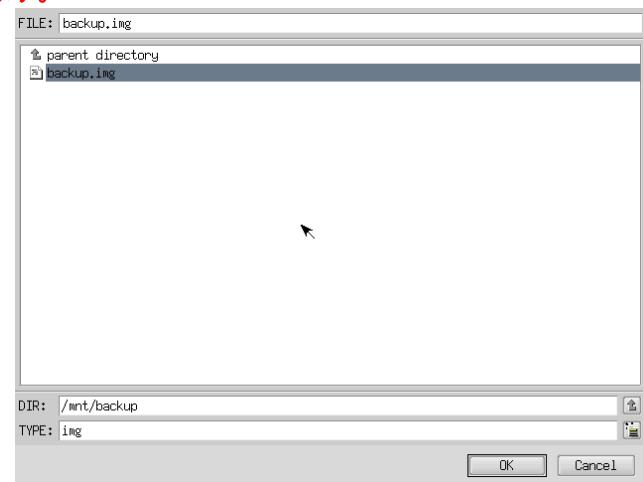

図 5-2-5. ファイル参照画面
- ⑧ ファイル参照画面（図 5-2-5）が表示されます。バックアップUSBは、/mntにマウントされていますので、/mnt以下から目的のファイルを探してください。[OK]を押すとファイル選択画面にもどります。
- ⑨ ファイル参照画面（図 5-2-5）で指定したバックアップファイルが入力されていることを確認します。[次へ]ボタンを押します。